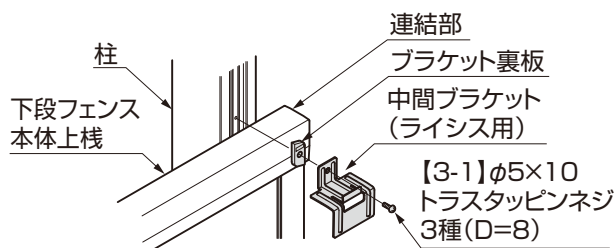
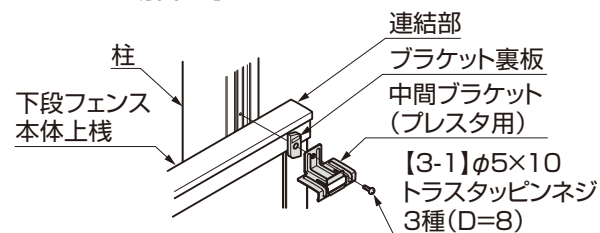

図4-3 図は下段フェンスがライシスフェンスの場合を示しています
図4-4 図は下段フェンスがプレスタフェンスの場合を示しています
②①のブラケット裏板を柱の溝に入れ、中間ブラケットをフェンス本体上棧に上から押しつけながら【3-1】でしっかりと固定してください。(図4-3、図4-4参照)